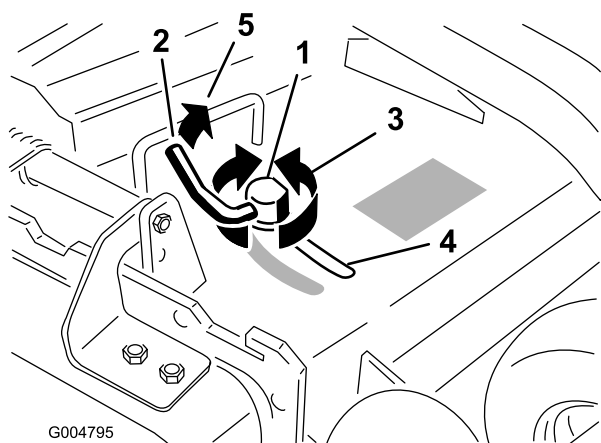

Figura 14
- Per regolare il blocco della camma alzate la leva e allentate il blocco (Figura 14).
- Riportate la leva alla posizione originale per serrare il blocco del deflettore e della camma (Figura 14).